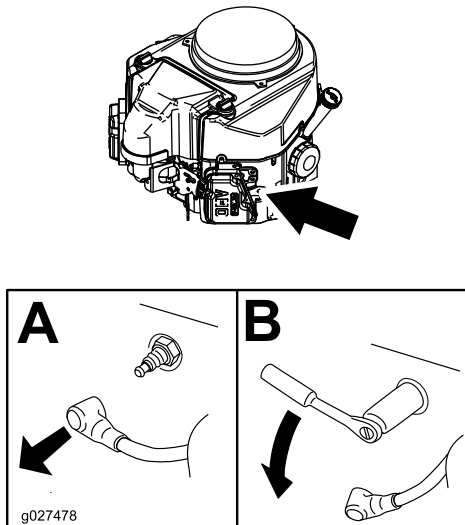

Figure 38
3. Localisez et déposez les bougies, comme montré à la Figure 38.